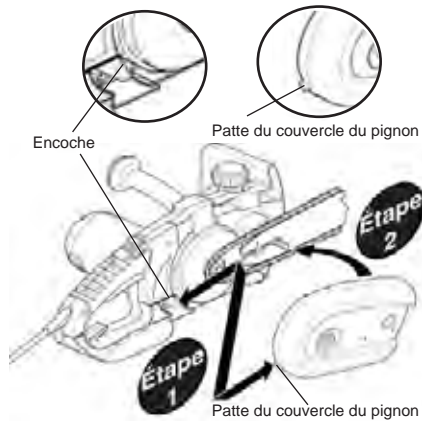

Figure 7 - Installation du couvercle du pignon
- Insérez la languette du couvercle de pignon dans la rainure du corps de la tronçonneuse (étape 1). Placez ensuite le couvercle de pignon sur le boulon du guide-chaîne (étape 2 - voir la Figure 7). **NOTE** : Le couvercle de pignon n'est alors pas à effleurement avec le corps de la tronçonneuse.